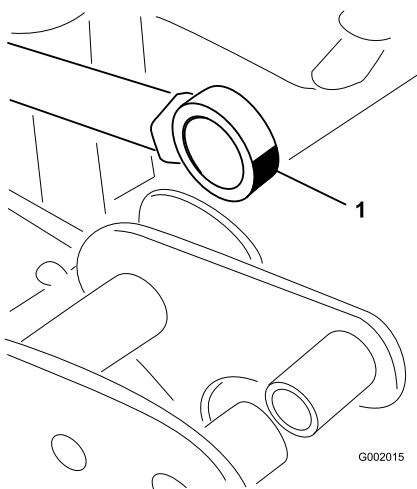

図 64
5. アクチュエータロッドのベアリング端部を動かしながらベアリング内部にグリスを注入する図 64。